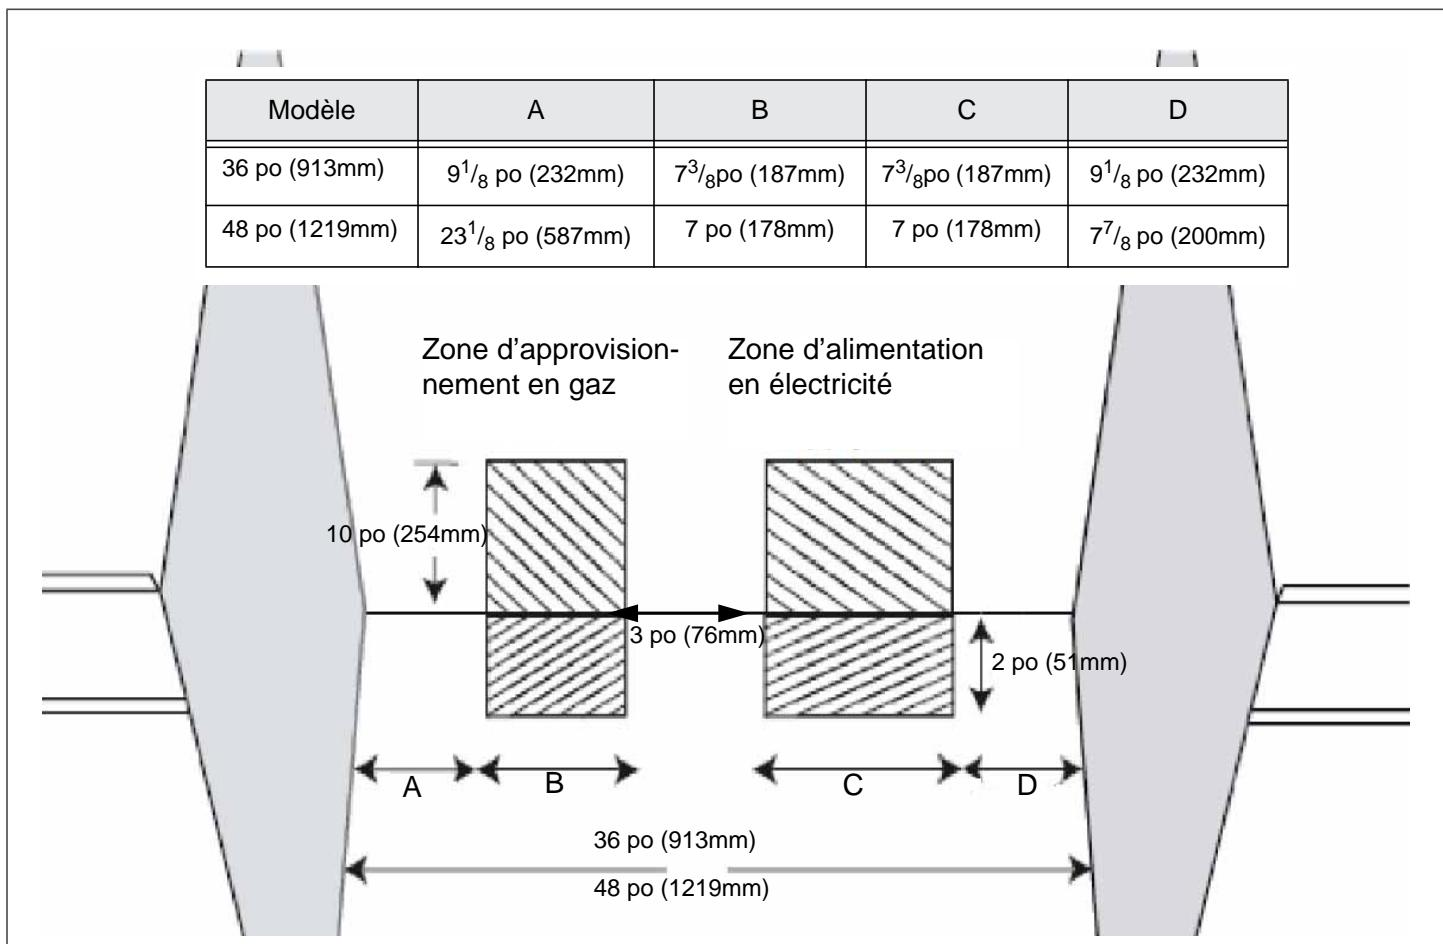

Figure 3: Emplacement des zones d'approvisionnement en gaz et d'alimentation en électricité
- Les entrées d'électricité et de gaz doivent se trouver dans les zones indiquées à la Figure 3.